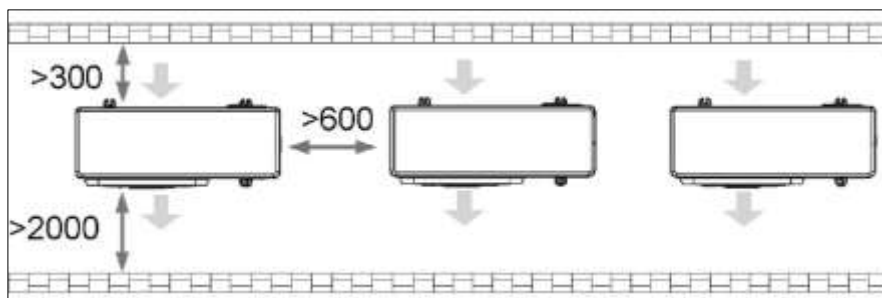

Figura 4 - unità affiancate
- considerare gli spazi di rispetto e la direzione dell'aria espulsa (figura 4);